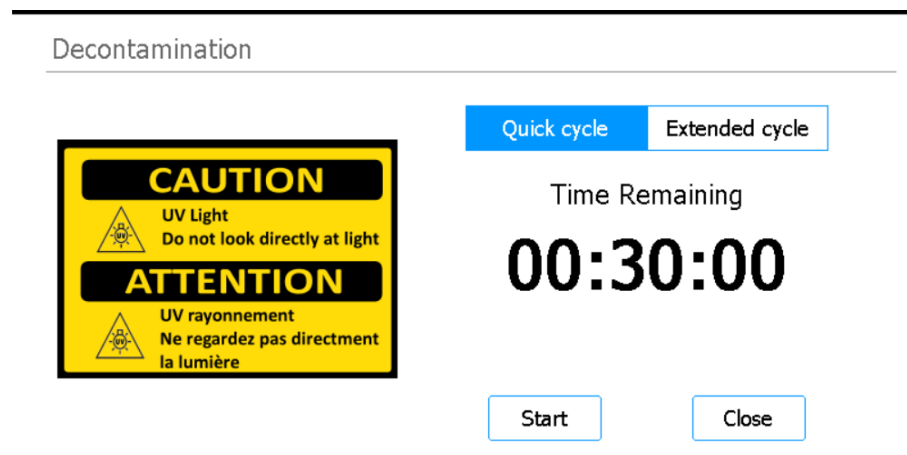

Figura 5 Tela Decontamination com Quick cycle selecionado
- 3 Na parte superior da tela, selecione **Quick cycle** como mostrado na **Figura 5**.